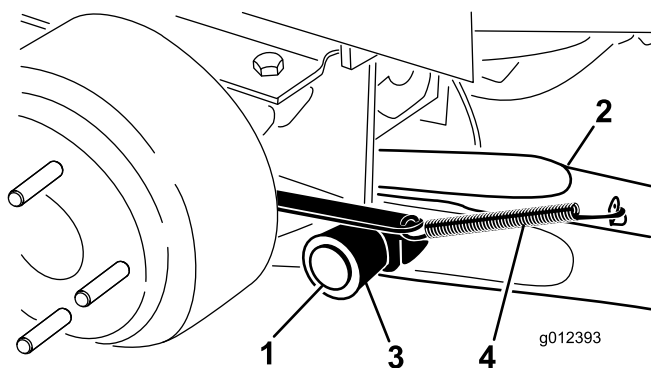

Figura 3
(Figura 3). Monte o braço de elevação com a dobra posicionada para fora.
7. Coloque a mola de retorno do travão na patilha no braço de elevação (Figura 3).